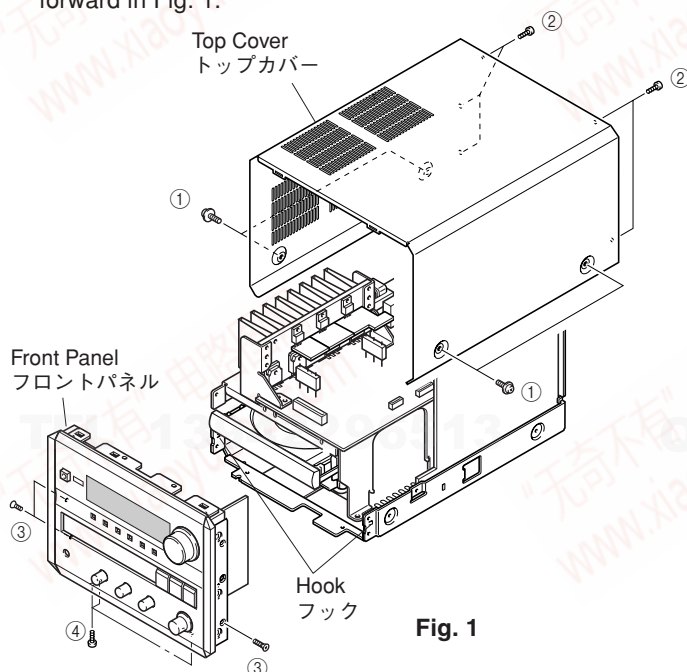

Fig. 1
- Remove 4 screws (①) and 5 screws (②) in Fig. 1.
- ①のネジ4本、②のネジ5本を外します。(図1)
- Remove 3 screws (③) and 3 screws (④) in Fig. 1.
- Detouch the 2 hooks and then pull the Front Panel Unit forward in Fig. 1.
- ③のネジ3本、④のネジ3本を外します。(図1)
- パネル両サイドのフックを外して、フロントパネルユニットを前方に引き出します。(図1)